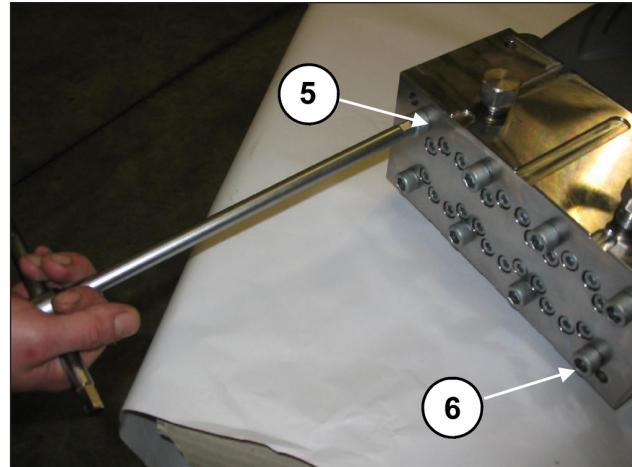

Abb. 35
- Lösen Sie die Befestigungsschrauben des Kopfs M12x260 Pos. 5 und Pos. 6 wie in Abb. 35 gezeigt und ersetzen Sie diese durch zwei Wartungsschrauben - Stifte (Art.27508200) gemäß Abb. 36, nehmen Sie dann die übrigen Schrauben ab.